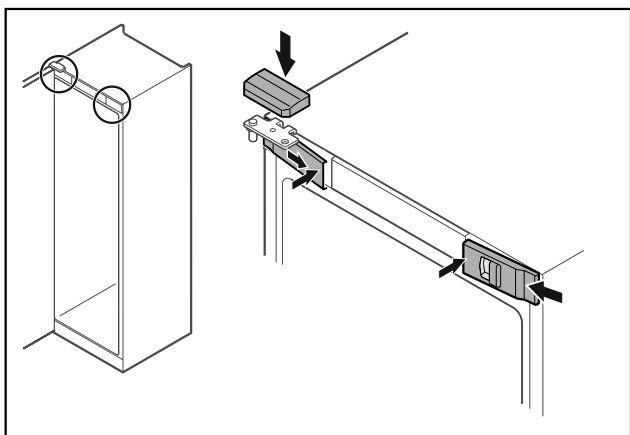

Fig. 52
- ▶ Accrocher les caches avant Fig. 52 (1) par les côtés et les enclencher en appuyant sur l'intérieur.
- ▶ Insérer le cache supérieur Fig. 52 (2) par le haut.